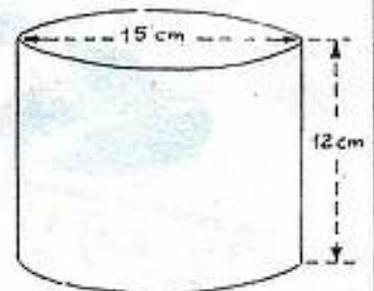

Fig. 9
Les lecteurs à haute fidélité, qu'ils soient magnétiques ou dynamiques, nécessitent toujours un transformateur de liaison (pour des raisons d'impédance) (fig. 9). Malgré le gain de tension qu'apporte cet organe de liaison, ce genre de lecteur ne peut donner de résultats suffisants avec beaucoup de récepteurs dont la BF ne permet pas une assez grande amplification du courant modulé recueilli au secondaire du transformateur de liaison.
bien utile parfois. Voilà : vous avez un cylindre de 12 cm de haut et de 15 cm de diamètre. Quel est son volume ? L'habituel calcul vous dit : prenez le rayon, donc 7,5 cm, multipliez-le par lui-même puis par 3,1416 et vous obtenez la surface : 176,715 cm2. Mais ce n'est pas tout. Il faut encore multiplier par la hauteur (12) pour trouver enfin (ouf !) 2 120 cm3. Voyez donc, sur la figure 9, ce que ce damné petit  $e$  peut vous éviter : on le